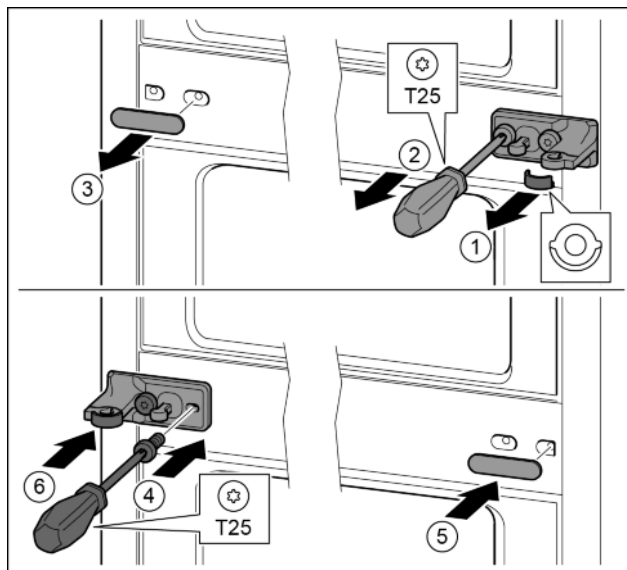

Fig. 32
- ▶ Stáhněte podložku. Fig. 32 (1)
- ▶ Šroubovákem T25 vyšroubujte šrouby. Fig. 32 (2)
- ▶ Opatrně stáhněte kryt. Fig. 32 (3)
- ▶ Stojan ložiska s fólií otočený o 180° pevně přišroubujte na druhé straně. Fig. 32 (4)
- ▶ Kryt otočený o 180° připevněte na druhé straně. Fig. 32 (5)
- ▶ Zepředu nasuňte podložku. Fig. 32 (6)